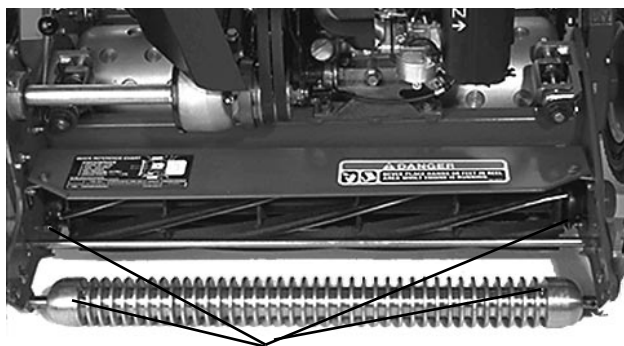
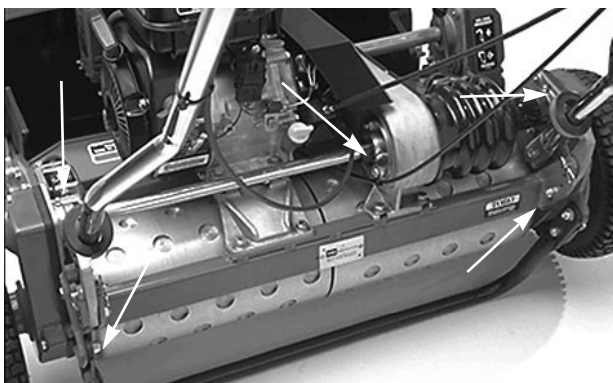

Fig. 17
Fig. 18
2. Gli ingrassatori sono: 2 sul rullo anteriore (Fig. 17), 2 sui cuscinetti del cilindro (Fig. 17), 2 sugli assali del tamburo (Fig. 18), 3 sul differenziale (Fig. 18), 2 sui cuscinetti del contralbero del cilindro (Fig. 19), ed 1 sul perno tendicinghia (Fig. 20).